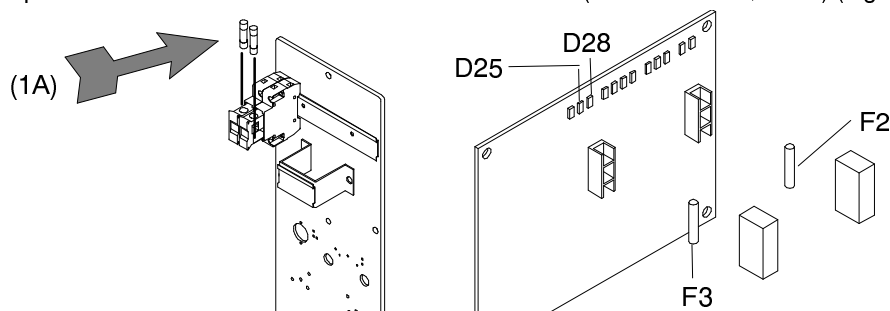

Fig. 22
a) Controlar a acensão dos led D25 e D28 sobre a placa electrónica (cód. 02E03947, táb. 8). Se não se acendem, verificar os fusíveis F2 e F3 sobre a placa electrónica e eventualmente os fusíveis da 1A (cód. 02008816, táb. 8) (Fig. 22).